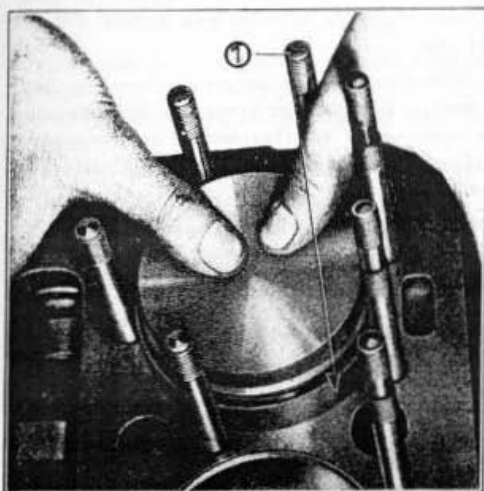

Fig. 24 - Mise en place des pistons
8. Faire descendre le piston dans l'alésage, en le poussant dans l'outil spécial de compression (voir Fig. 24).
Chacun des pistons comporte 3 segments de compression et 2 segments râcleurs. La disposition des segments est la suivante (Fig. 24):